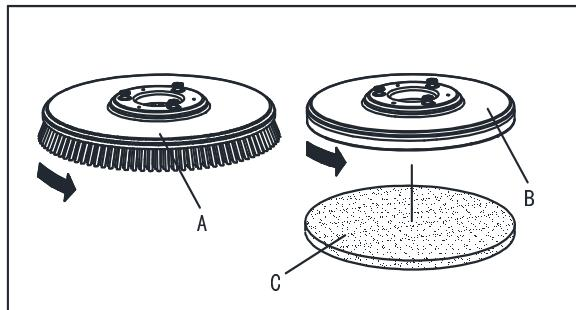

Figura 5
Instale el cepillo (A, Figura 5) o el porta-discos (B y C, Figura 5) según el tipo de suelo a limpiar.
5. Baje la plataforma en los portacepillos/porta-discos pisando el pedal (9).
6. Gire la llave de ignición (35) a «I».
7. Presione el interruptor del portacepillos/porta-discos y el sistema de aspiración (46).
8. Pulse uno de los cepillos/engranajes de marcha adelante (34) para enganchar el portacepillos/porta-discos y a continuación libérelo. Si es necesario, repita el procedimiento hasta que los portacepillos/porta-discos estén enganchadas.
9. Si el Paso anterior No.8 resulta ser difícil, recurra al método manual que consiste en girar el portacepillos/porta-discos en la dirección opuesta a la dirección de rotación normal, para que lo desmonte. (como se indica en la Figura 5).